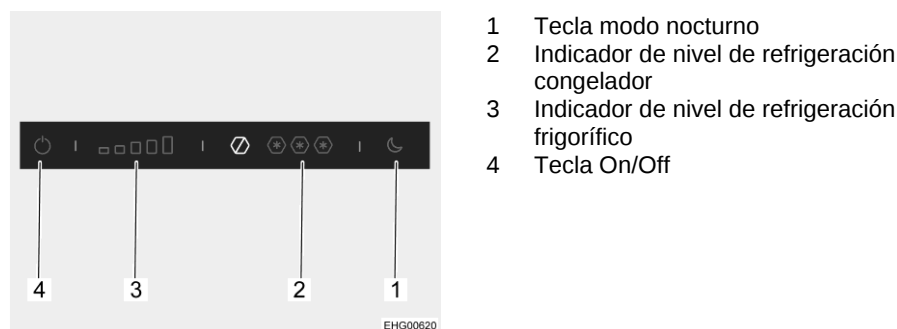

Fig. 92 Barra de mando (frigorífico)
- ▷ Para evitar un mal funcionamiento, no realice el manejo del frigorífico simultáneamente en el panel de 7" o en la aplicación HYMER Connect y en la barra de mando (Fig. 92) .
Conectar: ■ Pulsar la tecla On/Off (Fig. 92,4) y mantenerla pulsada algunos segundos. La luz de control azul indicará que el frigorífico está funcionando. El indicador de nivel de refrigeración frigorífico (Fig. 92,3) indicará el nivel de refrigeración ajustado.
Desconectar: ■ Pulsar la tecla On/Off (Fig. 92,4) y mantenerla pulsada algunos segundos. La luz de control azul se apagará.
Ajustar el nivel de refrigeración: ■ Pulsar el nivel de refrigeración deseado para el frigorífico (Fig. 92,3).
Ajustar el nivel de congelación: ■ Pulsar el nivel de refrigeración deseado para el congelador (Fig. 92,2).
Conectar el modo nocturno: ■ Pulsar la tecla modo nocturno (Fig. 92,1). La luz de control azul indicará que está activo el modo nocturno.
Desconectar el modo nocturno: ■ Pulsar la tecla modo nocturno (Fig. 92,1). La luz de control azul se apagará. El frigorífico estará funcionando en el modo normal.